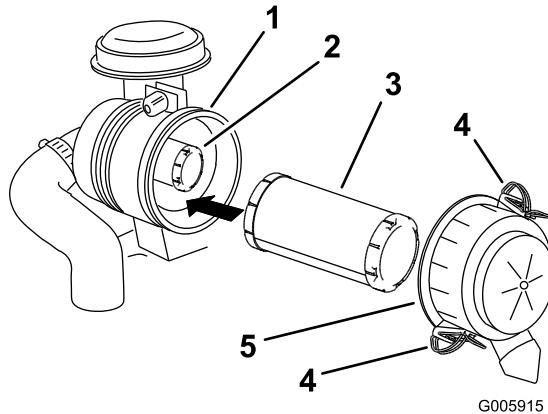

Figure 49
3. Ouvrez les dispositifs de verrouillage du filtre à air et séparez le couvercle du corps du filtre (Figure 49).
5. Sortez l'élément principal du corps du filtre avec précaution (Figure 49).
2. Si vous remplacez l'élément intérieur, insérez-le avec précaution dans le corps du filtre (Figure 49).
3. Placez ensuite l'élément principal sur l'élément intérieur avec le même soin (Figure 49).
- Fixez le couvercle avec les dispositifs de verrouillage (Figure 49).